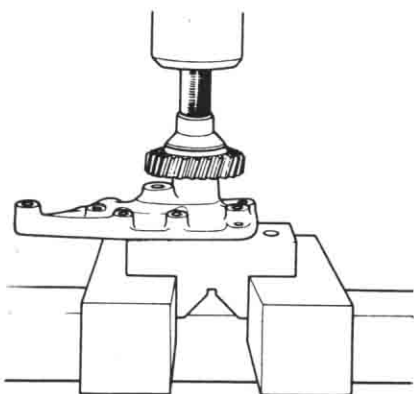

Fig 37. Montering av oljepumpens kuggdrev.
4. Montera kilarna och kugghjulet, se fig 37.